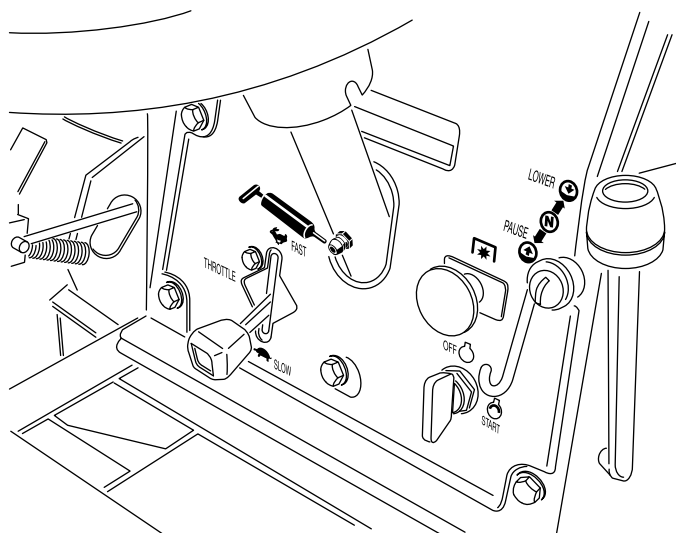

Figura 37
- Coluna da direcção (Figura 37)